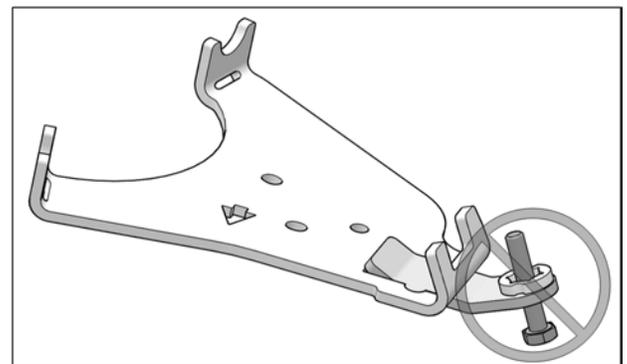

Fig. 20
**CAUTION:** Make sure that the bolt is inserted in the right direction. See Fig. 20
ATTENTION: Assurez-vous d'insérer le boulon dans le bon sens. Voir la Fig. 20